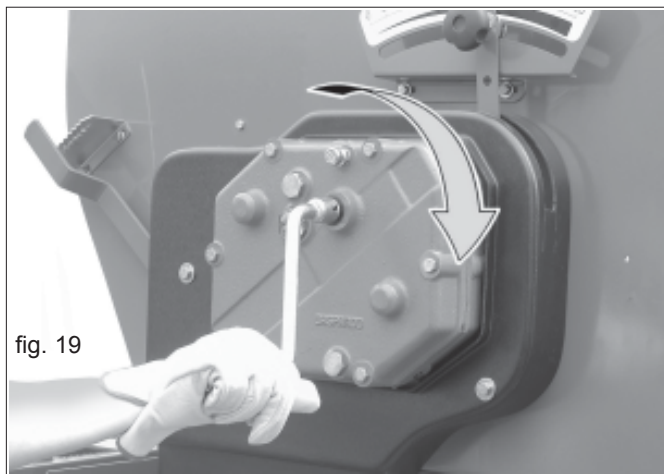

fig. 19
- 5) Introduzca la manivela (Fig. 19) en el árbol del cambio (3 Fig. 1) y gire en sentido horario.